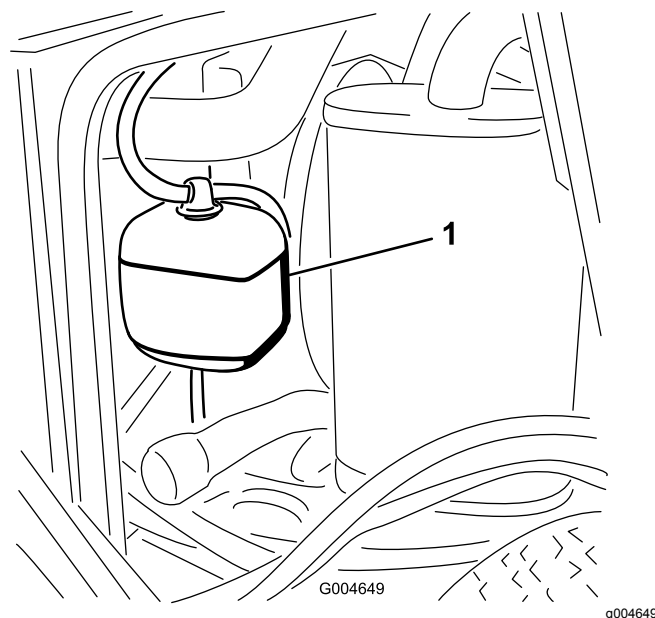

Рисунок 43
1. Проверьте уровень охлаждающей жидкости в расширительном бачке (Рисунок 43).